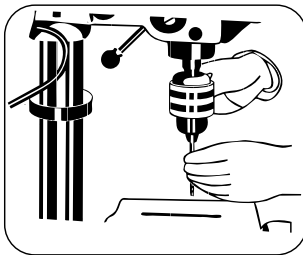

FIGURA 7.18
- Asegúrese de que la broca esté centralizada en el mandril antes de apretarla con la llave del mandril (Figura 7.18).